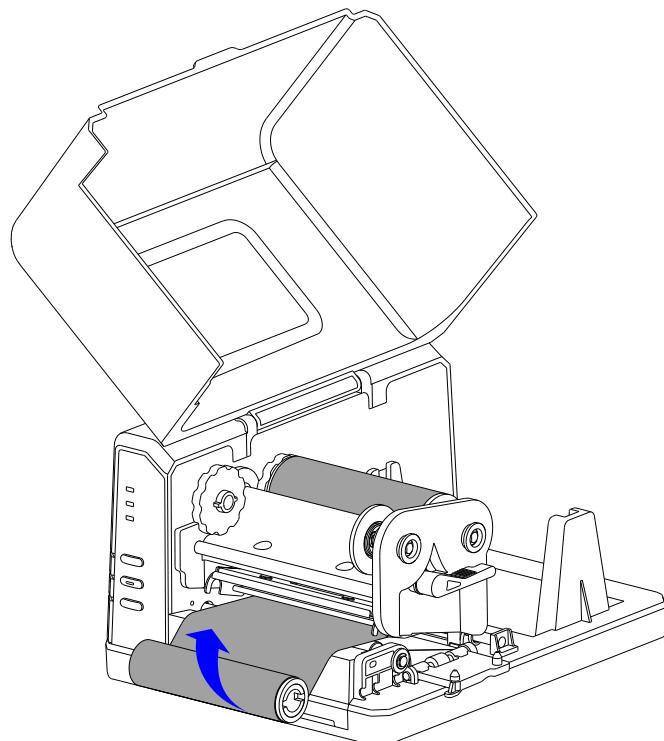

图 2-6
3. 按照图 2-6 中箭头所示方向将碳带带头缠绕在空卷芯上(附着油墨的一面始终朝上),此步骤重复多次,直至碳带固定在空卷芯上。